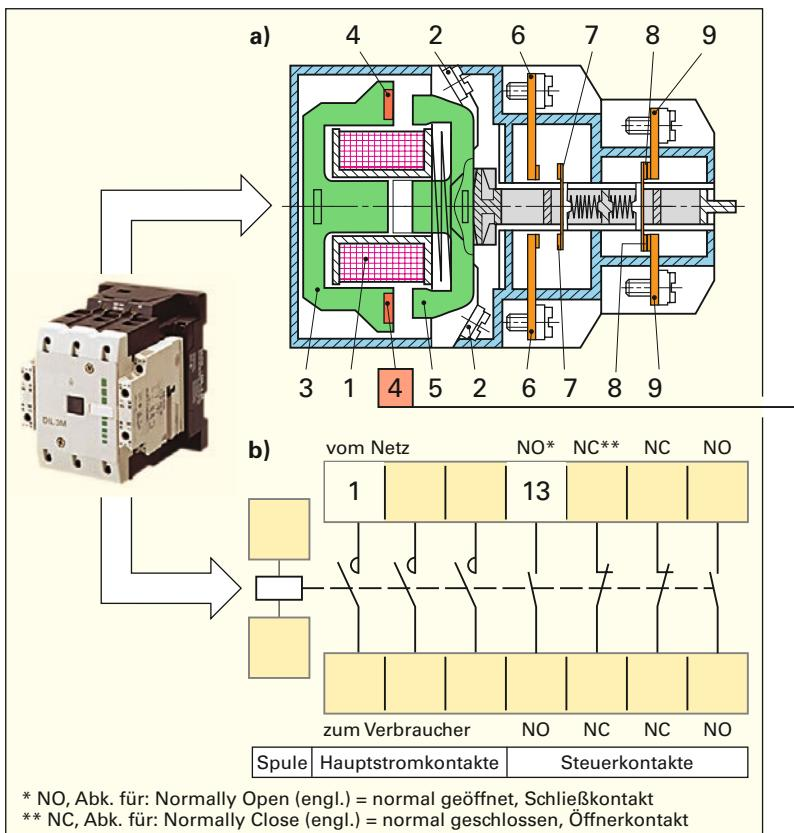

Bild 2: Schaltzeichen und Anschlüsse eines Schützes
1. a) Benennen Sie die in **Bild 2 a** nummerierten Teile des Schützes und b) ergänzen Sie die Anschlussbezeichnungen in **Bild 2 b**.